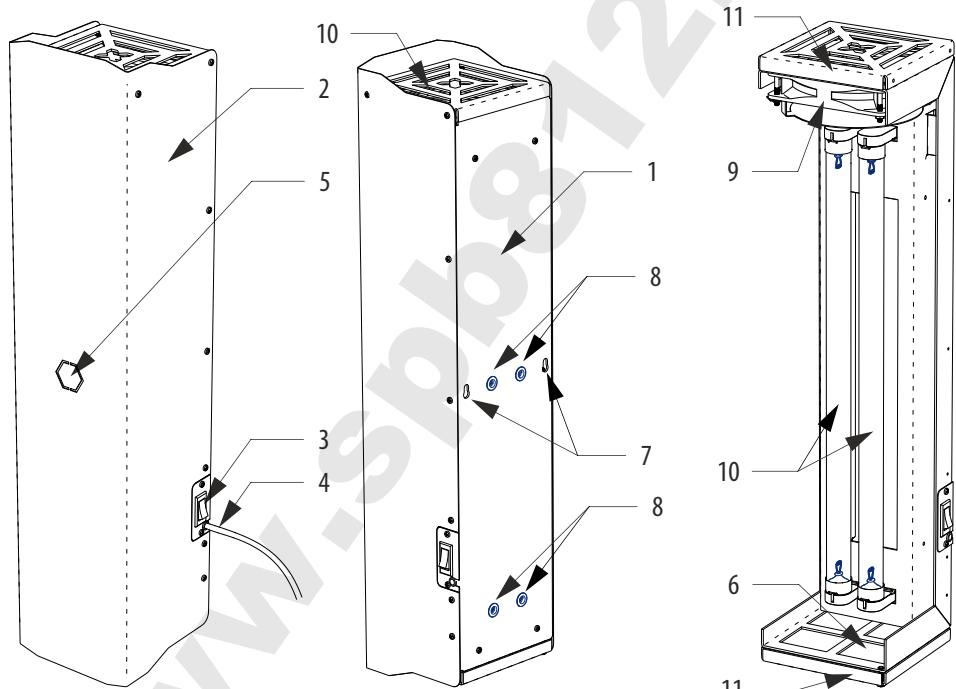

Рисунок 1. Общая конструкция очистителя воздуха ОВУ-03.
- 6.3. Измерьте межцентровое расстояние между проушинами 7 (см. рис.1). С помощью уровня и линейки (рулетки) разметьте на стене отверстия для монтажа. Выбирайте крепёж в соответствии с материалом стен: шурупы для деревянных стен или стен из древесных материалов; дюбеля с шурупами для бетонных, кирпичных или газосиликатных стен; специальный крепёж для стен из ГКЛ.